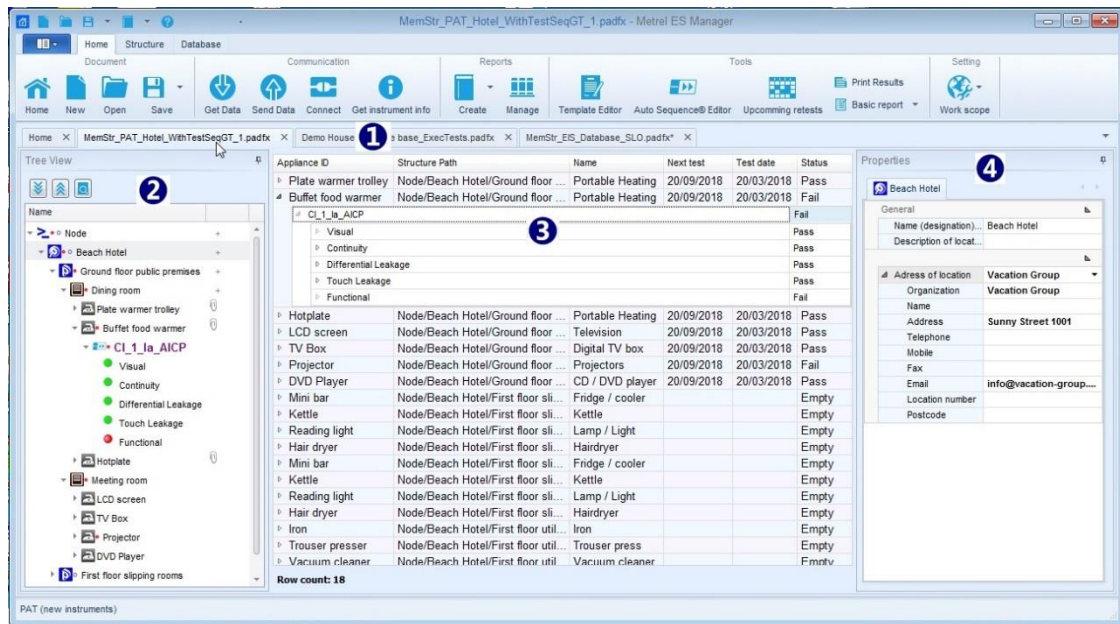

Abbildung 6.13: Benutzerarbeitsbereich
Der Benutzerarbeitsbereich ist in der folgenden **Abbildung 6.13** dargestellt. Es können mehrere Datenstrukturdateien gleichzeitig geöffnet werden, unabhängig von der Einstellung des Arbeitsbereichs. Ihre Namen werden in der Registerkarte Dokument aufgelistet (❶). Die gerade aktive Datenstrukturdatei-Registerkarte ist hervorgehoben.